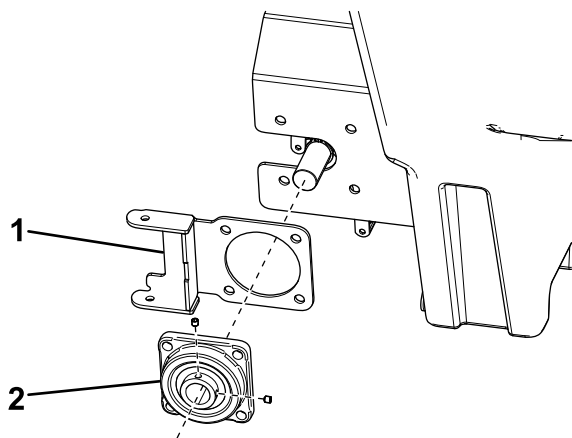

Figura 16
- 13. Retire y deseche los 2 tornillos de fijación que sujetan el cojinete al eje de transmisión, y deseche el cojinete (Figura 16). Guarde la placa de cierre derecha.